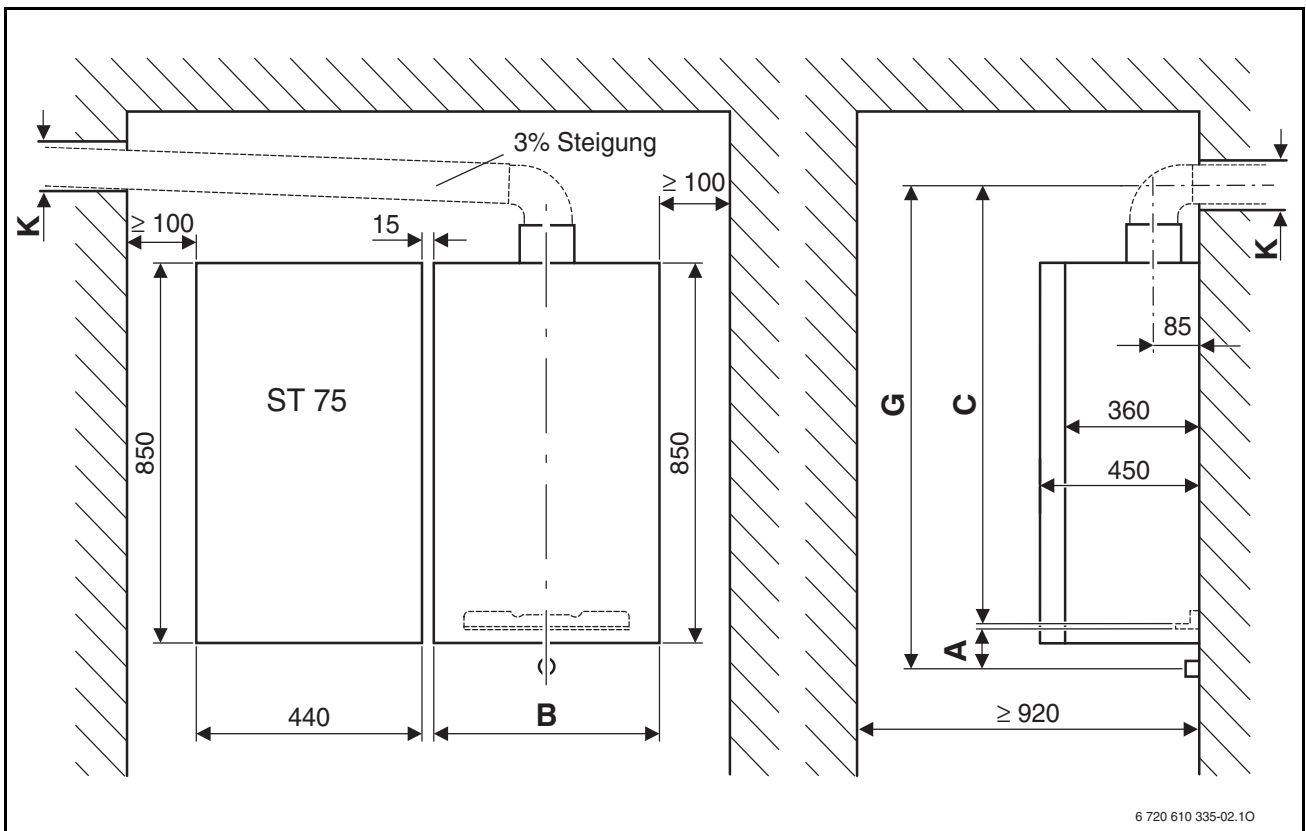

Bild 2
3.1.2 Brennwertgerät neben wandhängendem Speicher ST 75 und ST 50/75 ES* (Bild 2)